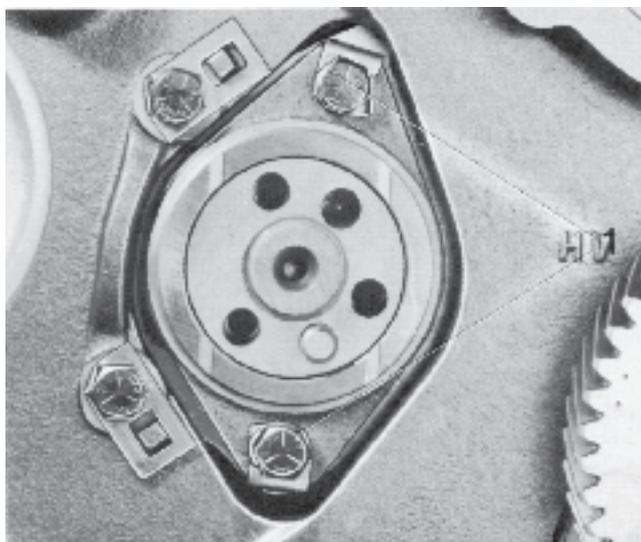
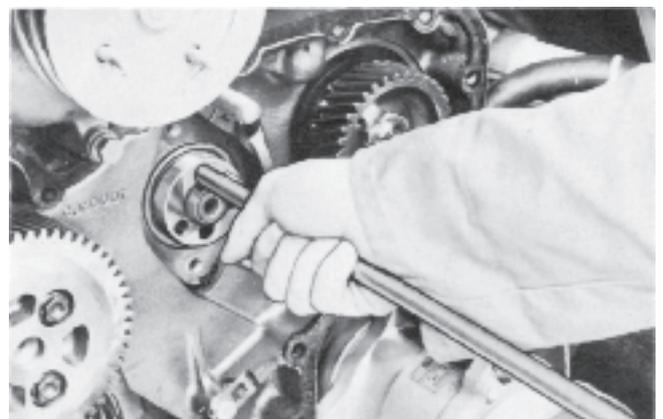

Fig. 86. Vis de fixation (1) pour bride d'arbre à cames
Fig. 87. Montage d'arbre à cames
13. Déposer la bride pour l'arbre à cames (figure 86). Retirer avec précaution l'arbre à cames de façon à ne pas endommager les paliers. Employer un levier adéquat (figure 87).
1. Huiler les portées de l'arbre à cames et enfoncer celui-ci avec précaution afin d'éviter d'endommager les paliers. Employer un levier adéquat (figure 87).